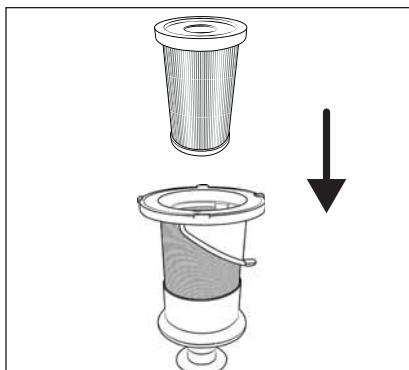

Rys. 21
- 6) Włóż filtr ze stali nierdzewnej ⑤ do pojemnika na pył ⑥ i docisnij go do końca w dół (patrz rys. 21). Zwróć przy tym uwagę na różne rozmiary zaczepów na filtrze ze stali nierdzewnej ⑤. Filtr ze stali nierdzewnej ⑤ może być dzięki tym zaczepom włożony do pojemnika na pył ⑥ tylko w jednej pozycji.